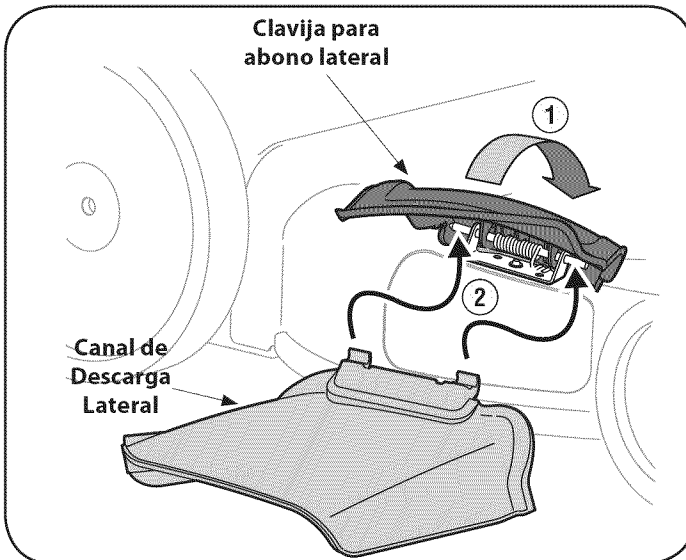

Figura 7
1. En el costado de la podadora, levante el adaptador para abono. Vea figura 7.